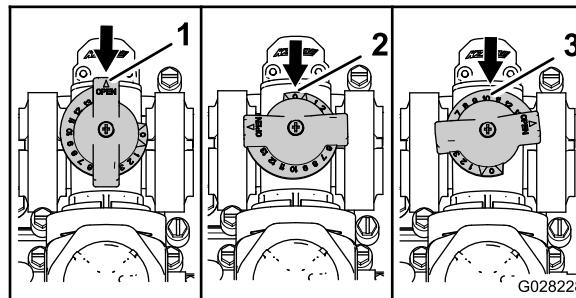

图108
- 图108中所示为搅拌旁通阀处于完全“打开”位置。
- 图108中所示为搅拌旁通阀处于“关闭”0位置。
- 图108中所示为搅拌旁通阀处于“中间”位置经打药车系统压力表进行调节。